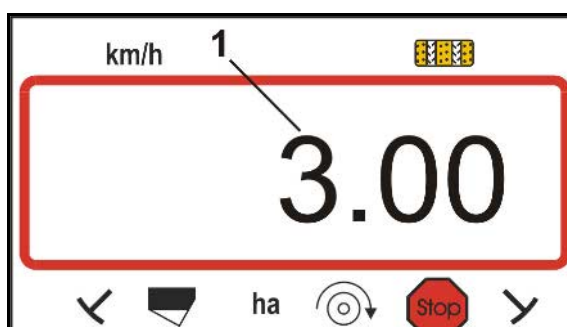

Fig. 75
- Il display (Fig. 75) indica il valore di calibrazione (p. es. 1005 Imp./100 m).